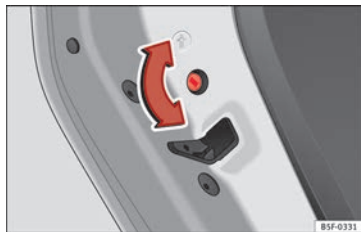

Abb. 135 Kindersicherung in der linken Tür
- Drehen Sie bei geöffneter Tür den Schlitz mit dem Fahrzeugschlüssel an den linken Türen im Uhrzeigersinn » **Abb. 135** und bei den rechten Türen gegen den Uhrzeigersinn.
- Drehen Sie bei geöffneter Tür den Schlitz mit dem Fahrzeugschlüssel bei den linken Türen gegen den Uhrzeigersinn » **Abb. 135** und bei den rechten Türen im Uhrzeigersinn.